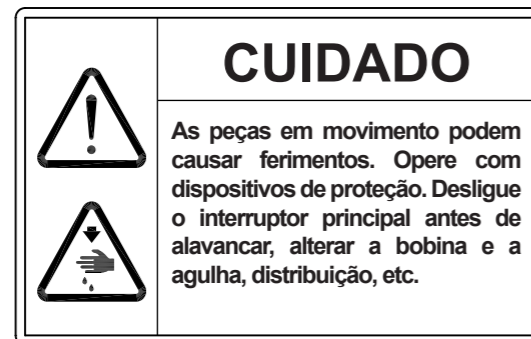

Fig. 1
1. A seguinte etiqueta de aviso estará afixada à máquina de costura. (Fig. 1)